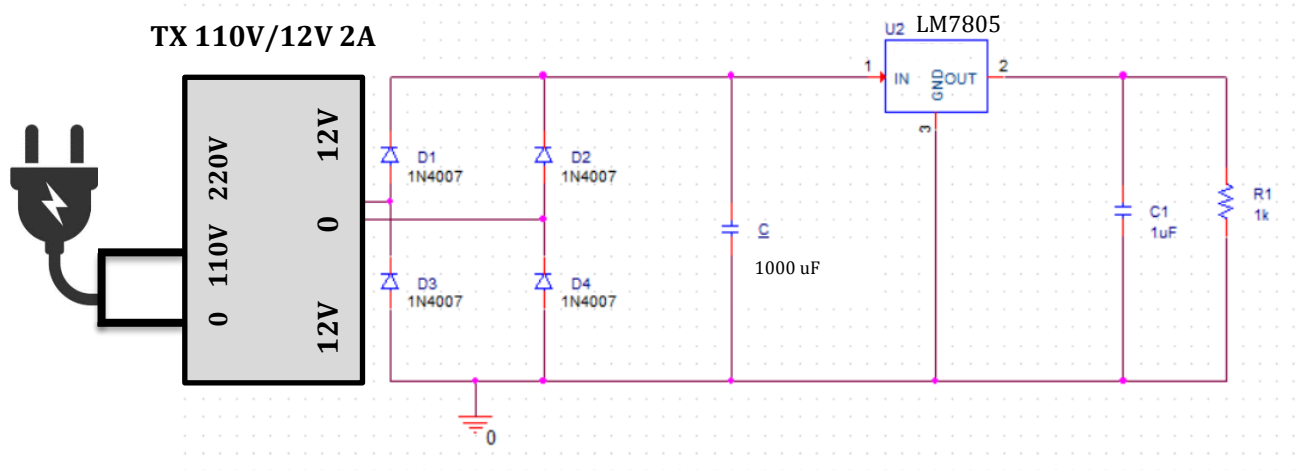

Figura 6: Fuente Regulada de Voltaje de 5V
1. Armar el circuito de la Figura 6.